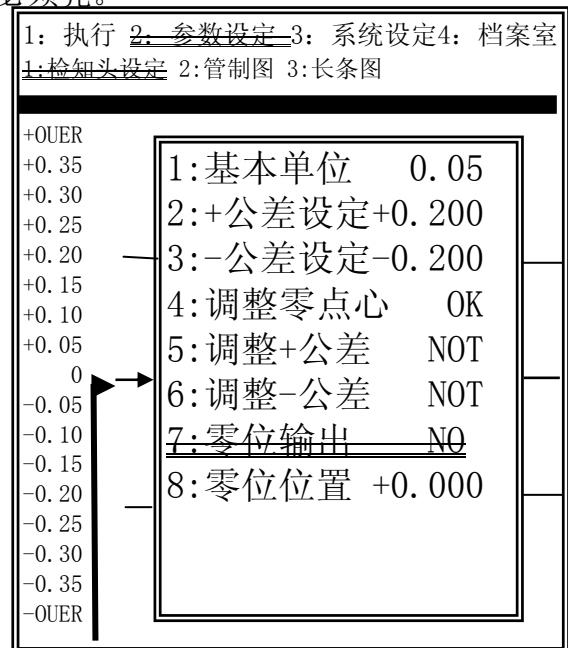

图2-2171
3. 当ON时管制图会多出一条虚线, OFF时则虚线关闭, 如图2-2171所示。